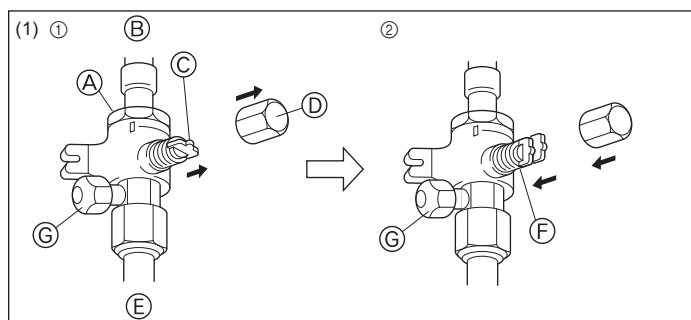
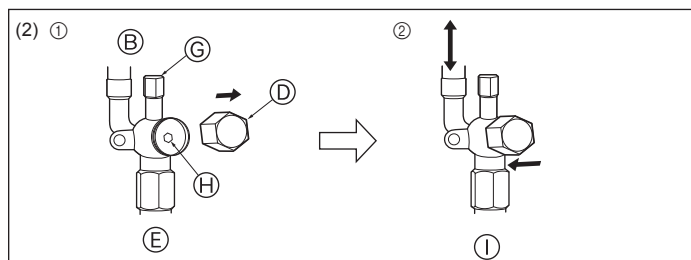

Fig. 4-9
Fig. 4-10
(1) Lado do gás (Fig. 4-9)
- ① Remova a cápsula, puxe a alavanca na sua direcção e gire 1/4 de volta no sentido contrário aos ponteiros do relógio para abrir.
- ② Certifique-se de que a válvula de paragem esteja completamente aberta, empurre a alavanca e gire a cápsula de volta à sua posição original.
(2) Lado do líquido (Fig. 4-10)
- ① Retire a tampa e rode a válvula para a esquerda o máximo que puder com uma chave sextavada de 4 mm. Pare de rodar quando esta alcançar o batente. (Ø6,35: Aproximadamente 4,5 rotações) (Ø9,52: Aproximadamente 10 rotações)